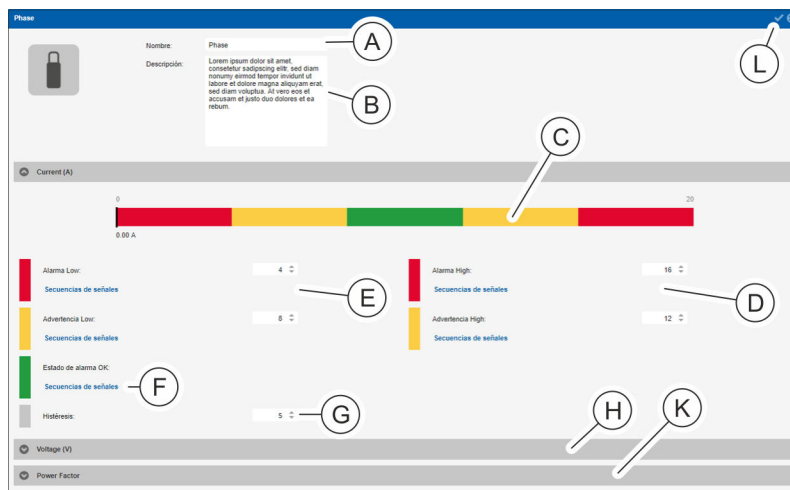

Fig. 126: Vista detallada
4. ▶ En caso necesario, cambie el nombre de la fase (Fig. 126/A) en la vista detallada y, dado el caso, añada una descripción (Fig. 126/B).
5. ▶ En el campo "Current (A)", introduzca un valor de "Advertencia High" y de "Alarma High" (Fig. 126/D).
- ⇒ Los valores umbral aparecen indicados con colores (Fig. 126/C).
8. ▶ En el campo "Current (A)", asigne al parámetro "Estado de alarma OK" (Fig. 126/F) una secuencia de señales en caso necesario (de forma análoga a los pasos 5 y 6).
9. ▶ En el campo "Current (A)", introduzca un valor de "Alarma Low", "Advertencia Low" e "Histéresis" (en %) (Fig. 126/E y G) y asigne una secuencia de señales (de forma análoga a los pasos 5-7).
10. ▶ Repita los pasos 5-9 para el campo "Voltage (V)" con el objeto de definir el rango de tensiones (Fig. 126/H).
11. ▶ Repita los pasos 8-9 para el campo "Power Factor" con el objeto de definir el factor de potencia (Fig. 126/K).
12. ➤ Confirme la selección con el botón "Guardar" (Fig. 126/Ⓛ).